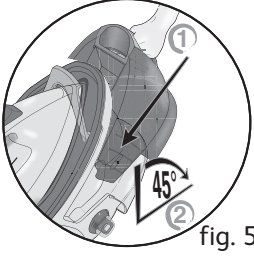

fig. 5
- Remettez le bien à fond dans son logement jusqu'au "clic" – **fig.5**.